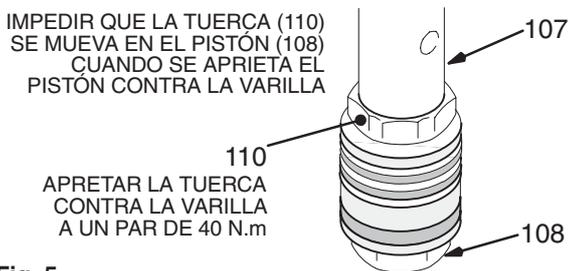

Fig. 5
- Apriete a mano la válvula en el vástago del pistón hasta que la tuerca (110) quede en contacto con la varilla. Vea Fig. 5.
7. Coloque las partes planas del vástago (107) en un torno de banco.
8. **CON SUMO CUIDADO** apriete la tuerca (110) contra el vástago del pistón a un par de 40 N.m. Vea Fig. 5.